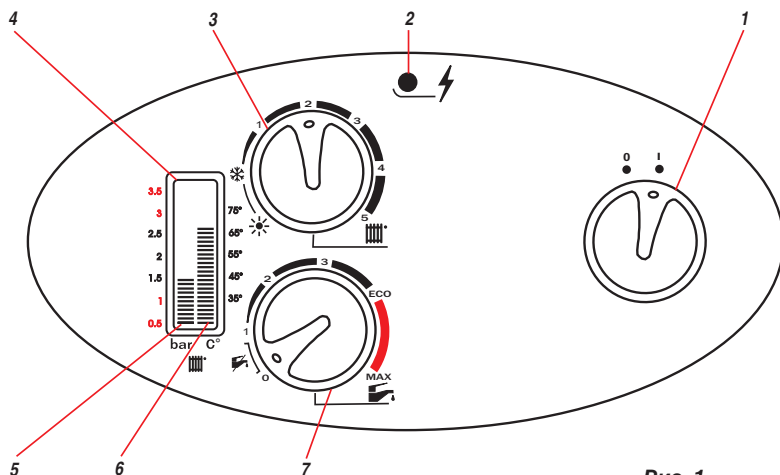

Рис. 1
### Панель управления (рис. 1)
На дисплее (4) котла изображаются величины температуры ОВ и величины давления в котле (системе). Величина давления (Бар) ОВ представляет пик изображенного столбика. Эта величина давления ОВ в котле является ориентировочной. Рабочий оптимальный диапазон обозначен красными цифрами. Неоптимальный диапазон работы обозначен черными цифрами. В случае падения давления ОВ ниже 1 Бар, столбик на дисплее (рис. 1/5), сигнализирующий давление ОВ, мигает. Однако, когда давление ОВ понижается ниже 0,5 Бар, одновременно сигнализируется неисправность при символе „молния“ (рис. 1/2). В таком случае, котел отключается и необходимо дополнить ОВ с помощью заливного крана (см. Инструкцию по обслуживанию – Сервис / Обслуживание)
Когда на панели управления после обновления подачи эл.энергии рассветится диод (2/рис. 1) при символе „молния“, проведите операции согласно условий в части Безопасное отключение котла – RESET котла (Инструкция по обслуживанию – Управление и сигнализация).
- регулятор ОВ (3/рис. 1) поверните в положение ЛЕТО – символ „солнышко“;
- на вращательном регуляторе ГВС (7/рис. 1) должна быть величина 1 до МАХ.
- регулятор ОВ (3/рис. 1) поверните в положение 1 до 5,
- на вращательном регуляторе ГВС (7/рис. 1) должна быть установлена величина 1 до МАХ.
- на вращательном регуляторе ГВС (7/рис. 1) должно быть установлено 0,
- регулятор ОВ (3/рис. 1) поверните в положение 1 до 5.